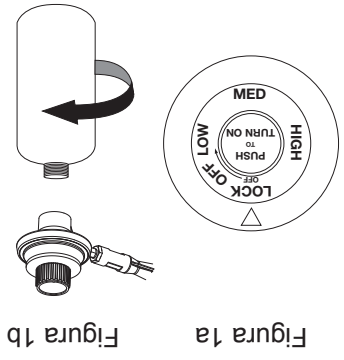

Figura 1a
1. Asegúrese de que el regulador y la válvula de control estén a la posición "LOCK OFF" (apagado con cierre puesto), vea la Figura 1a.